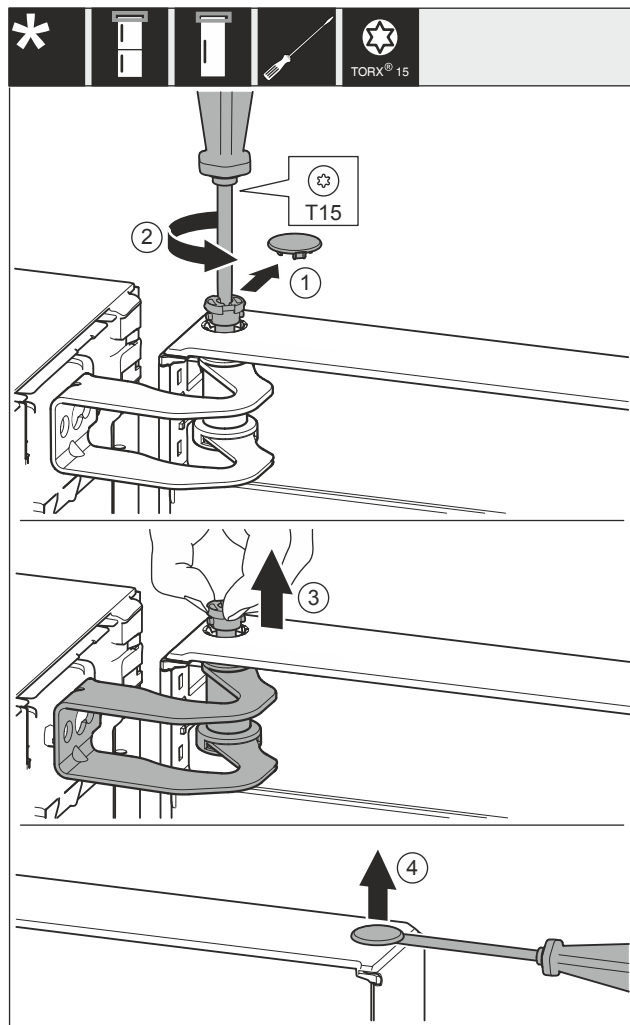

Fig. 9
- ▶ Αφαιρέστε προσεκτικά το κάλυμμα Fig. 9 (1).
- ▶ Ξεβιδώστε λίγο τον πείρο Fig. 9 (2) με κατσαβίδι.
- ▶ Τραβήξτε έξω τον πείρο Fig. 9 (3) με τα δάχτυλα.
- ▶ Ανασηκώστε προσεκτικά και αφαιρέστε το κάλυμμα Fig. 9 (4) με ένα κατσαβίδι.